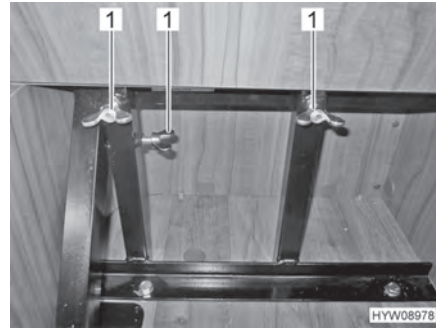

Fig. 20 Retener el asiento de enchufe con tuercas de mariposa
- Retener el asiento de enchufe con tuercas de mariposa (Fig. 20,1).